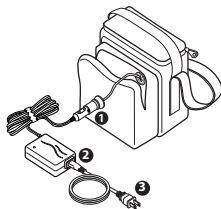

Рис. 1. Зарядка аккумулятора
1. Подключите автомобильный адаптер зарядного устройства к гнезду блока аккумуляторов, расположенному на передней стороне чехла для переноски. См. рис. 1.